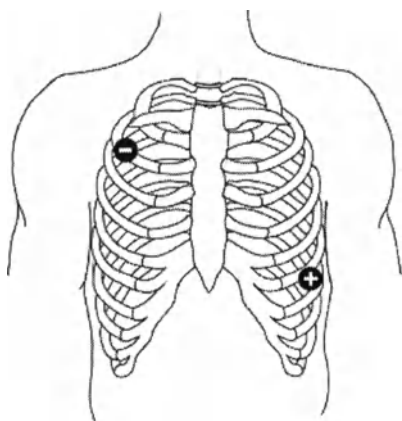

Рис. 32. Схема наложения электродов на туловище пациента
- 4) Для регистрации сигнала ЭКГ используют один биполярный канал. Кроме того можно использовать чашечковые электроды, предварительно заполненные токопроводящей адгезивной пастой, или одноразовые электроды с коннектором «кнопка» и соответствующими кабелями отведения. Согласно AASM рекомендуется использовать модифицированное 2-стандартное отведение с наложением электродов на туловище пациента согласно схеме, представленной на рис. 32. Кожу в местах наложения электродов предварительно обезжирьте с помощью спиртовой салфетки. Наложённые чашечковые электроды дополнительно закрепите при помощи медицинского пластыря (на коже) или пасты с высокими адгезивными свойствами (в случае густого волосяного покрова). Для этого поверх электрода и начального отрезка отводящего кабеля положите небольшую марлевую салфетку, пропитанную пастой, плотно прижмите к электроду. Дайте ей высохнуть. После завершения обследования остатки пасты удалите теплой водой. Подключите наложенные электроды кабелями отведения к блоку усилителя согласно монтажу.